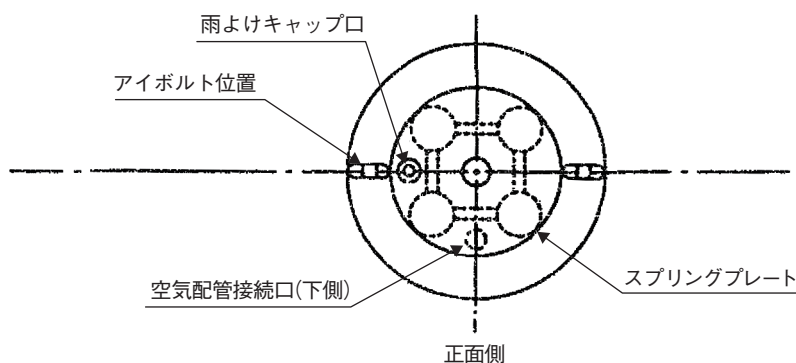

図 6-2 逆作動形
- (3) スプリングプレート(図6-2)を固定し、スプリングプレートの中に装着します。
- (4) 上側のダイヤフラムケースをかぶせ、アイボルトで締め付けます。
- 空気配管接続口の穴は図6-2によってください。
- (5) アイボルト以外のボルトでダイヤフラムを締め付けます。
- (6) ステムコネクタを取り付けます。
- (7) 空気逃げ口に雨よけキャップをねじ込みます。
- (8) 空気配管をダイヤフラムケースの下の接続口に装着してください。
- (9) 組付完了後次の点検を行ってください。